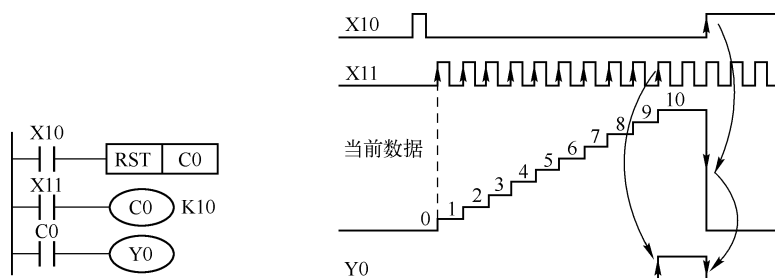

图 1-10 16 bit 增计数器
如图 1-10 所示，X11 为计数输入，每次 X11 接通时，计数器当前值增 1。当计数器的当前值为 10 时，即计数输入达到第 10 次时，计数器 C0 的输出触点接通，之后即使输入 X11 再接通，计数器的当前值都保持不变。当复位输入 X10 接通 (ON)，执行 RST 指令，计数器当前值复位为 0，输出触点也断开 (OFF)。